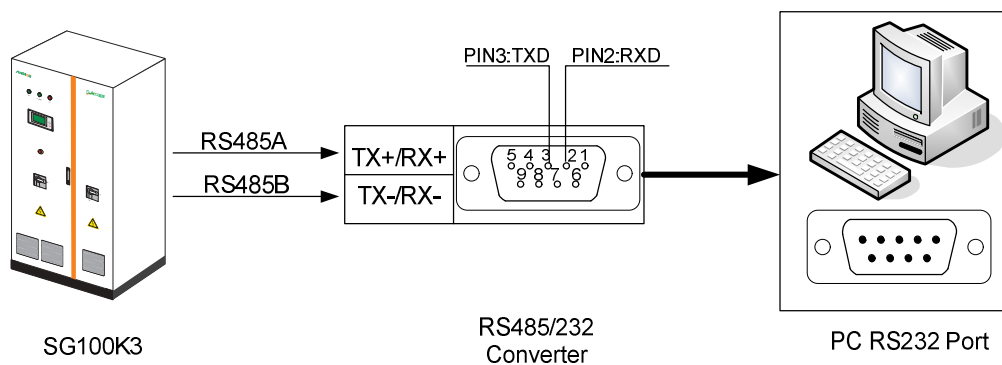

Fig 7-28 Collegamento interfaccia di comunicazione seriale
5. Collegare il convertitore DB9 RS485/232 alla porta seriale DB9 del PC, vedere Fig 7-28.